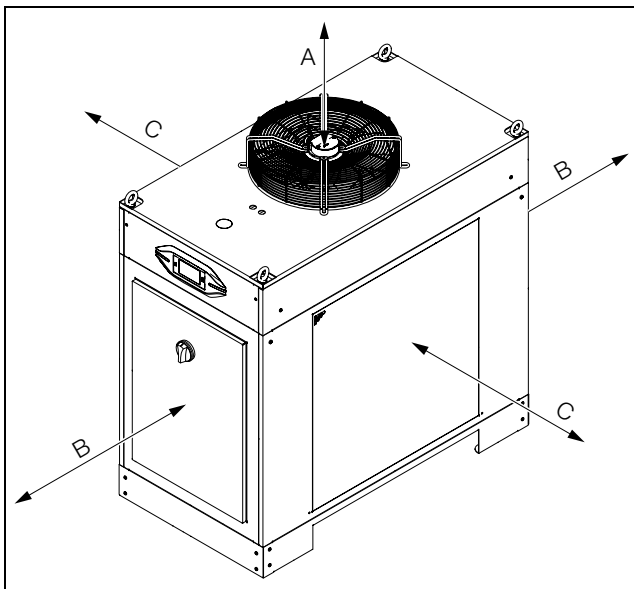

Abb. 16: Mindestabstände
- Zum ungehinderten Ausströmen der warmen Abluft muss die Öffnung oben auf dem Chiller frei zugänglich sein (vgl. Abb. 16). Um den Anschluss der Versorgungsleitungen sowie Wartungs- und Reparaturmaßnahmen zu erleichtern, sollten zudem die unter Abb. 16 angegebenen Mindestabstände eingehalten werden.
- Auch um einen „Luftkurzschluss“ (Vermischung von Zu- und Abluft) zu vermeiden und die volle Kälteleistung zu gewährleisten, sollten die unter Abb. 16 angegebenen Abstände eingehalten werden.